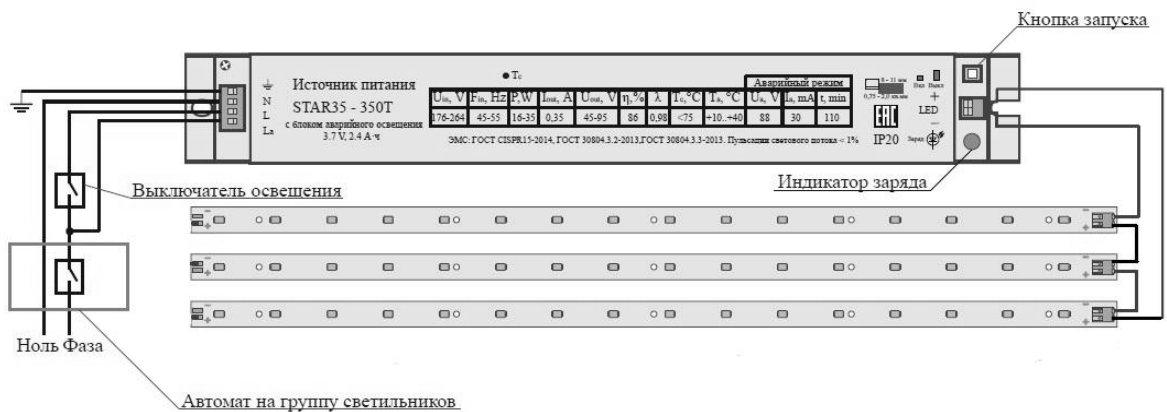

Рисунок 6 - Схема светильника Alenka LED(/S) -30(32).
5.6 Убедитесь, что кнопка запуска находится в отжатом состоянии (см. рис. 6). При отгрузке с завода-изготовителя аккумулятор каждого источника питания заряжен.